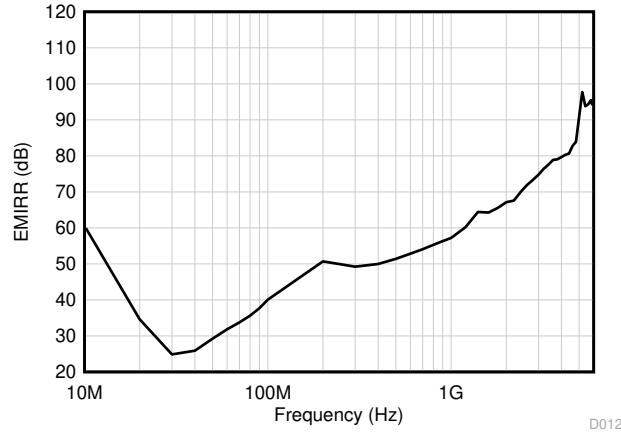

图 7-3. EMIRR 测试
TLV916x 采用集成电磁干扰 (EMI) 滤波来减少无线通信设备、混合使用模拟信号链和数字元件的高密度电路板等干扰源产生的 EMI 效应。通过电路设计技术可改进 EMI 抗扰度；TLV916x 受益于这些设计改进措施。德州仪器 (TI) 已经开发出在 10MHz 至 6GHz 扩展宽频谱范围内准确测量和量化运算放大器抗扰度的功能。图 7-3 显示了对 TLV916x 执行此测试的结果。表 7-1 显示了在实际应用中 TLV916x 在常见特定频率下的 EMIRR IN+ 值。运算放大器的 EMI 抑制比应用报告包含了与运算放大器相关的 EMIRR 性能主题，该报告可在 [www.ti.com](http://www.ti.com) 上下载。